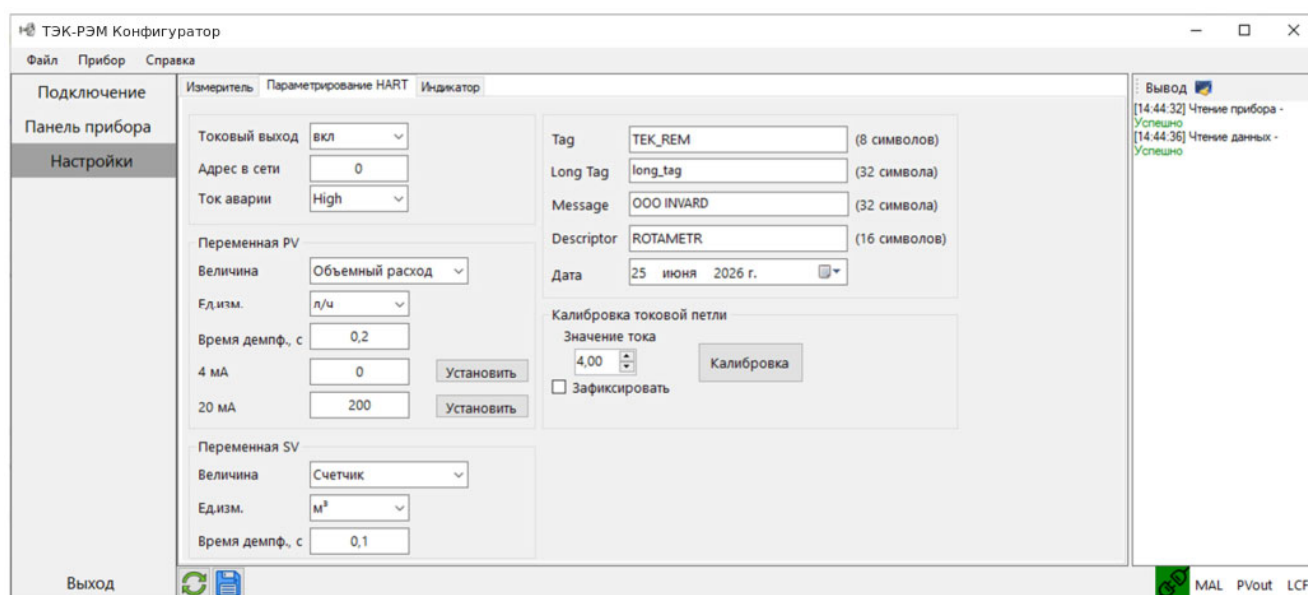

Рисунок 6 – Параметрирование HART
- параметрирование HART (рисунок 6);